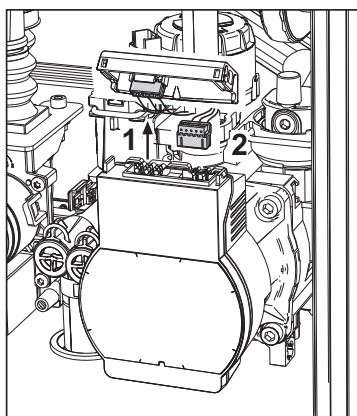

fig. 38
- Desconecte la electricidad de la bomba de circulación abriendo las conexiones y levantando el detalle “1” de fig. 38.